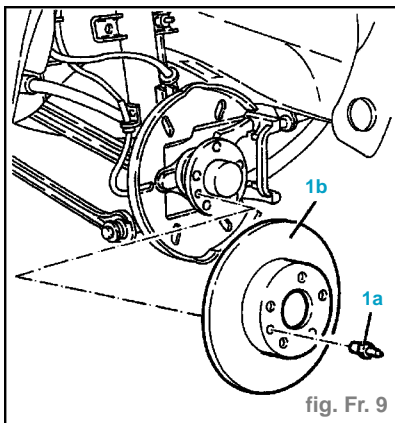

fig. Fr. 9
- Déposer les patins de freins arrière (2).
- Dévisser le pivot (1a) et déposer le disque de freins arrière (1b) (fig. Fr. 9).